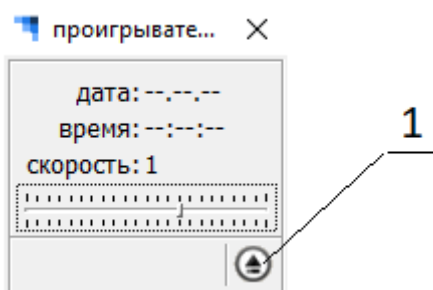
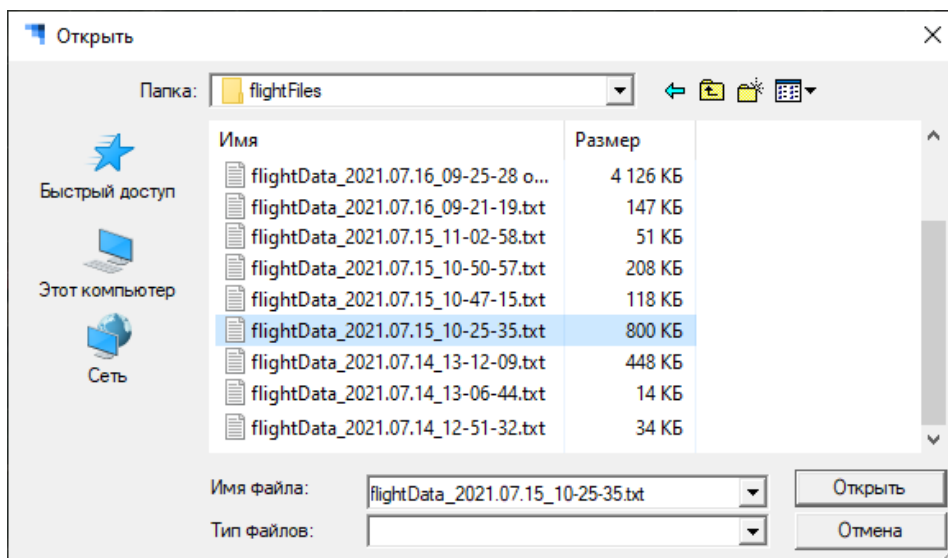

Рисунок 22 – Окно «Проигрыватель полетных файлов»
Рисунок 23 – Окно выбора файлов полетной информации
5.2.4 При выборе пункта «Проигрыватель полетных файлов» открывается окно «Проигрыватель полетных файлов» (Рисунок 22), предназначенное для включения и управления режимом воспроизведения зарегистрированной полетной информации.
Для запуска режима воспроизведения необходимо с помощью кнопки «Выбрать файл» (Рисунок 22, поз. 1) перейти в окно «Открыть» (Рисунок 23), содержащее список всех файлов полетной информации, выбрать необходимый файл и нажать кнопку «Открыть», после чего в навигационном окне запустится процесс воспроизведения зарегистрированной в файле полетной информации.
5.2.11 При выборе пункта «Экспорт трека БВС из полетного файла» открывается окно «Открыть», содержащее список всех сохраненных файлов полетной информации (Рисунок 23). Необходимо выбрать требуемый файл и нажать кнопку «Открыть». В результате из файла полетной информации производится извлечение траектории полета БВС и сохранение ее в отдельный файл формата «.kml» в папке и с названием исходного файла полетной информации. Сохраненная траектория полета может быть отображена в программах, позволяющих работать с файлами формата «.kml», с наложением на цифровую карту местности.